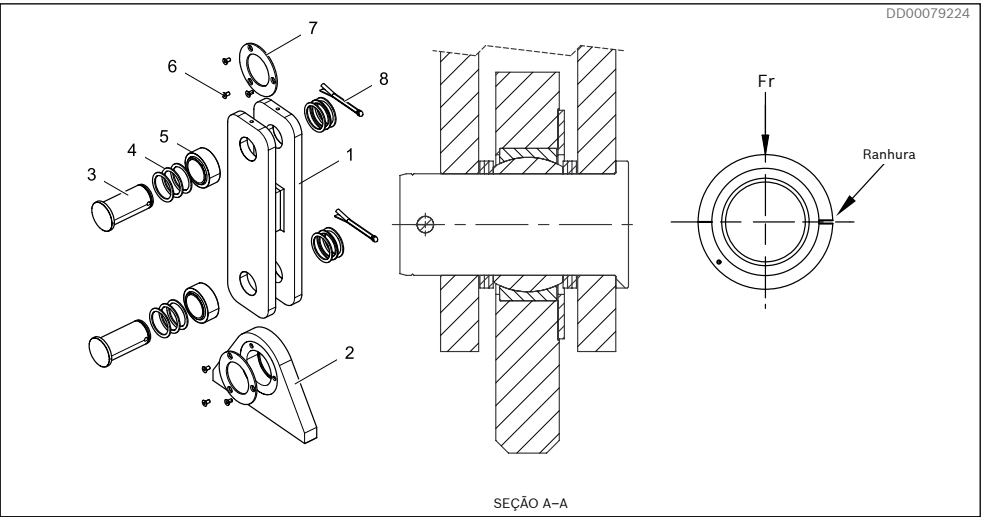
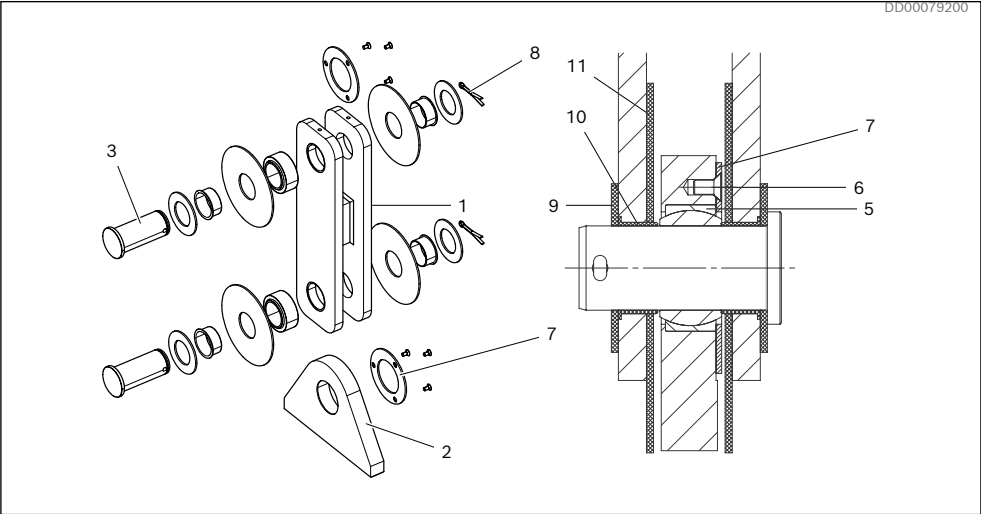
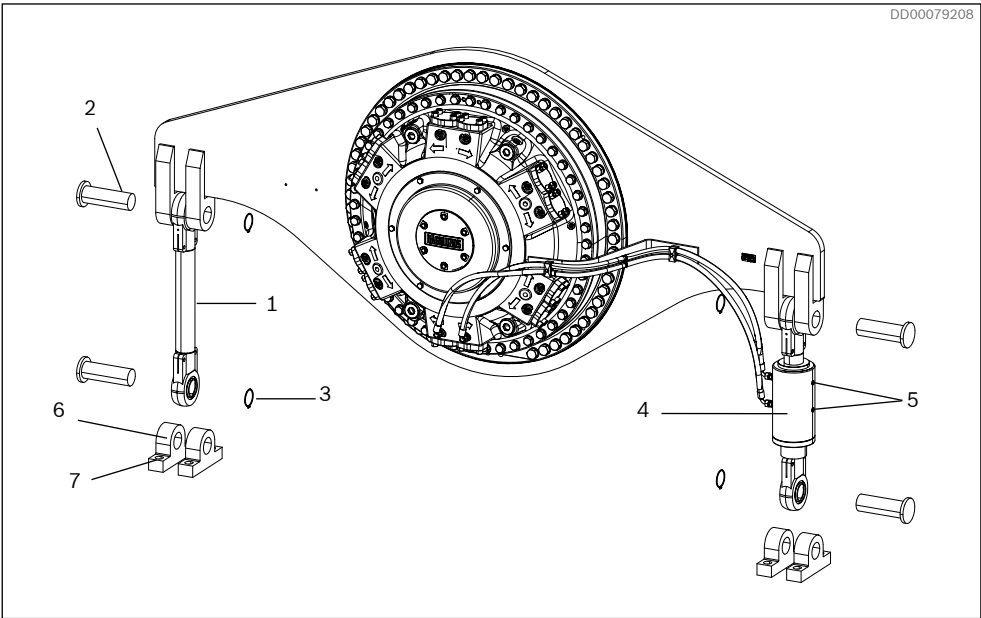
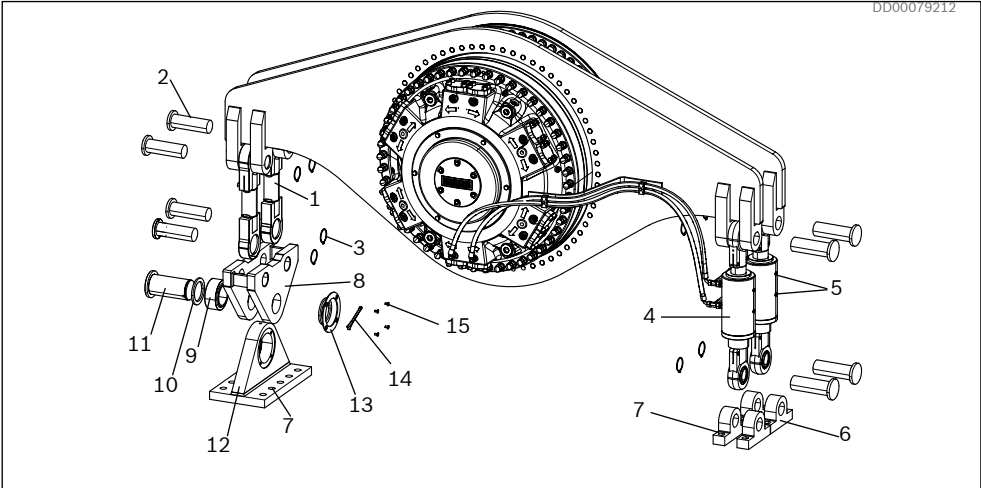

Fig. 26: Conexão articulada TC A
Fig. 27: Conexão articulada elétrica isolada TC A
Fig. 34: Conexão articulada e cilindro hidráulico para DTCBM 1600 a DTCBM 4000
Fig. 37: Conexão articulada e cilindro hidráulico DTCBM 4600 a DTCBM 6000
- 2 O mancal liso esférico deve ser desmontado durante a soldagem. Consulte a Fig. 26 e Fig. 27 . A conexão articulada deve ser desconectada.
- 1. O rolamento deve ser montado de forma que a ranhura no anel externo fique perpendicular à direção da carga. Consulte a Fig. 26 (também válido para a Fig. 27).
- 2. O rolamento (5) deve ser montado por meio de uma bucha de fixação ou tubo aplicado no anel externo do rolamento.
- 3. Monte os parafusos (6) com um torque de aperto de 47 Nm [34,67 lbf·ft].
- 4. Monte o restante dos componentes conforme a Fig. 26 e Fig. 27.
- 1. Monte a haste articulada no lado esquerdo do braço de torque (visto do lado da conexão principal do motor), utilize os pinos (2) e trave-os no devido lugar com anéis de trava (3).
- 2. Monte o cilindro hidráulico com a haste do pistão voltada para cima no lado direito do braço de torque (visto do lado da conexão principal do motor), utilize os pinos (2) e trave-os no devido lugar com anéis de trava (3). Gire o cilindro de modo que as conexões hidráulicas A, B e C voltem-se para o motor.
- 4. O mancal liso esférico (9) deve ser montado com a ranhura no anel externo perpendicular à direção da carga. Consulte *Fig. 26*
- 5. O mancal liso esférico (9) deve ser montado por meio de uma bucha de fixação ou tubo aplicado no anel externo do rolamento.
- 6. Monte os parafusos (15) com um torque de aperto de 47 Nm [34,67 lbf·ft]
- 7. Monte o restante dos componentes conforme a *Fig. 37*
- 8. Os acessórios (6), (12) do braço de torque devem ser fixados com parafusos (7).
O ar dos cilindros deve ser retirado durante o comissionamento com os parafusos de purga de ar no cilindro, consulte a *Fig. 34* e *Fig. 37*.